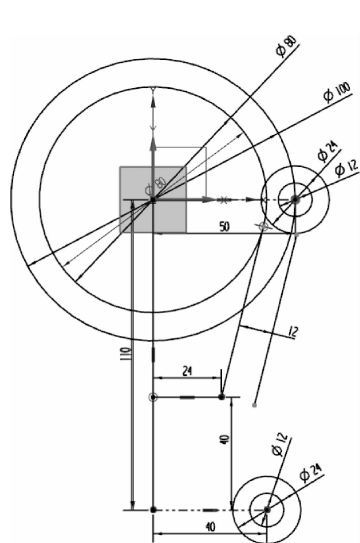

图 2-45 偏置切线
(7) 偏置切线。在“草图”工具条中单击  图标, 将步骤(6)绘制的切线偏置 12, 如图 2-45 所示。